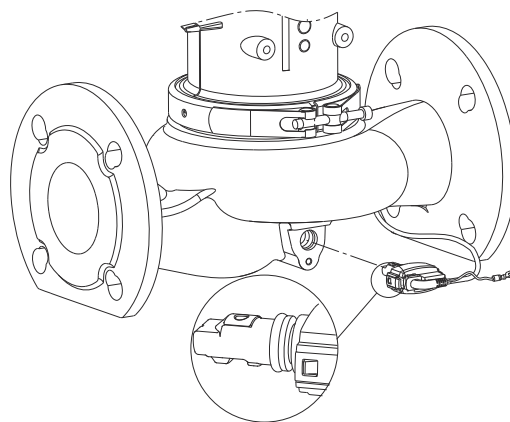

Рис. 7 Правильное положение датчика
10. Установите новый датчик и аккуратно надавите на него, чтобы установить в исходное положение. Кабель датчика должен быть слева, наконечник датчика должен быть направлен вниз. См. рис. 7.
11. Установите зажим (534), сдвигая его справа налево.